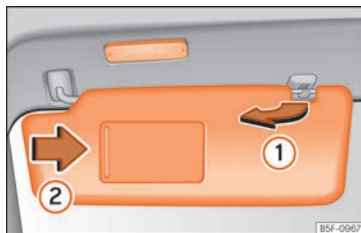

Fig. 126 Pare-soleil.
- Le pare-soleil peut être retiré du support et rabattu contre la porte » **fig. 126 ①**.